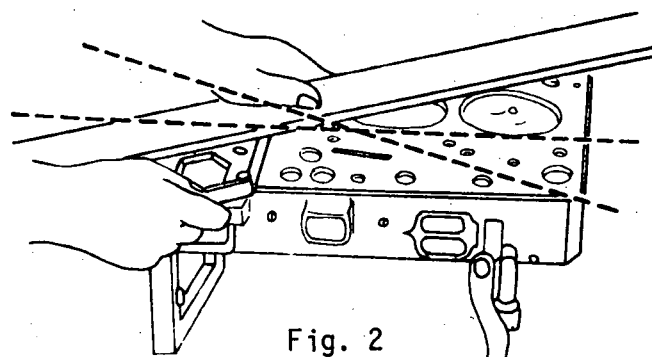

Fig. 2
- a Verifique a planeza do cabeçote, em tres direções, com uma régua e um calibrador de lâminas (fig. 2).